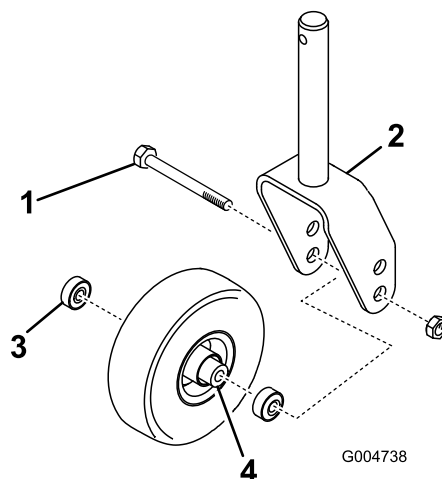
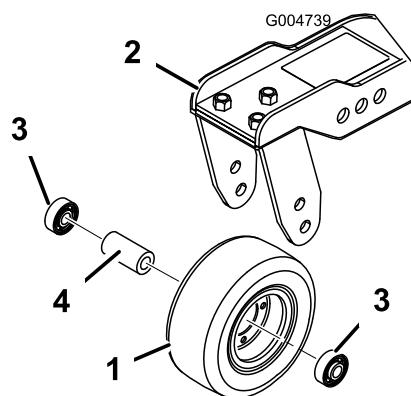

Figure 109
Figure 110
1. Retirez le contre-écrou du boulon qui fixe la roue pivotante entre la fourche (Figure 109) ou le bras de la roue pivotante (Figure 110).
2. Enlevez le roulement du moyeu de la roue et laissez tomber la douille d'écartement à l'extérieur (Figure 109 et Figure 110).